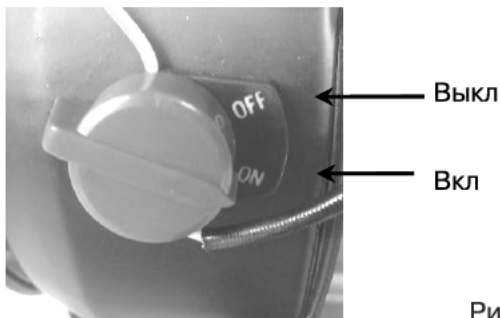

Рис.9
2) Включите зажигание переключателем в положение "ON". (См. рис. 9)
Поверните переключатель в положение «OFF». (Рис. 9)